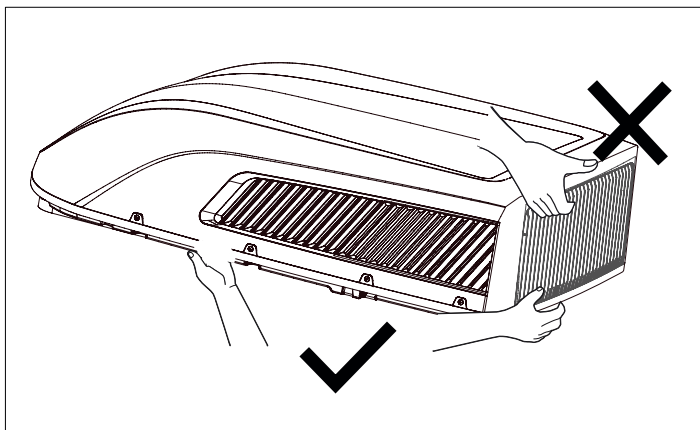

Abbildung 4-1
1) Wenn Sie die Außeneinheit aus der Verpackung nehmen, heben Sie sie nicht am Luftauslassgitter an der Rückseite des Außengehäuses an (siehe Abbildung 4-1).